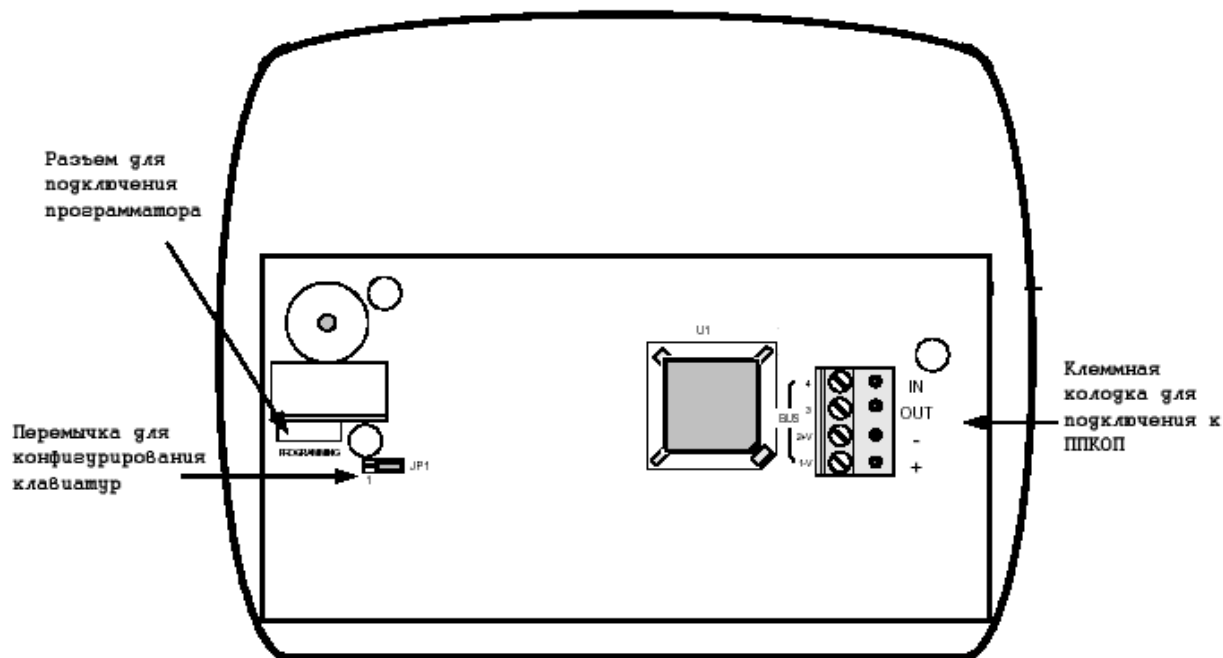

Рисунок 17 - Расположение элементов на плате клавиатур
- 2.10.1.2 Закоротите контакты 1 и 2 перемычки JP1 (см. рисунок 17).